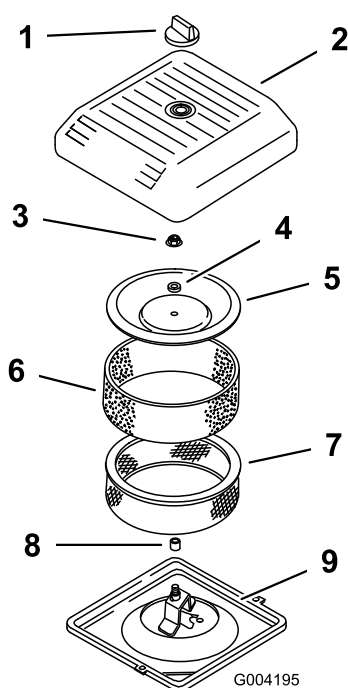

Figure 30
4. Dévissez le bouton et déposez le couvercle du filtre à air (Figure 30).
5. Glissez délicatement le préfiltre en mousse hors de l'élément en papier (Figure 30).
6. Dévissez l'écrou du couvercle et enlevez le couvercle, l'entretoise et l'élément en papier (Figure 30).
2. Posez l'ensemble filtre à air sur sa base (Figure 30).
3. Montez le couvercle, l'entretoise et fixez-les avec l'écrou du couvercle (Figure 30). Serrez l'écrou à 11 Nm (95 lb-po).
4. Remettez le couvercle du filtre à air et fixez-le à l'aide du bouton (Figure 30).